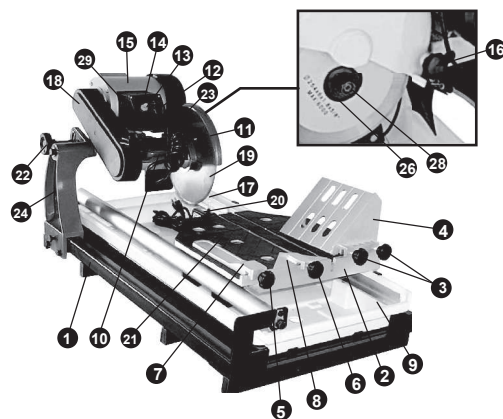

рис. 1
1.3 Транспортировка плиткореза должна производиться в закрытых транспортных средствах в соответствии с правилами перевозки грузов, действующих на транспорте данного вида. При транспортировке - положение электродвигателя фиксируется винтом 11 (рис. 1).
Общий вид плиткореза схематично представлен на рис. 1:
- Демонтировать защитный кожух 18 (рис. 1);
- Установить и закрепить защитный кожух 18 (рис. 1);
12.2 Для демонтажа алмазного диска заблокируйте шпиндель 27 (рис. 1) при помощи фиксатора диска 23 (рис. 1) и используя гаечный ключ, открутите гайку 28 (рис. 1) снимите фланец 26 (рис. 1) и алмазный диск.